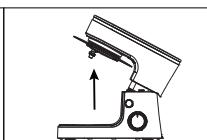

Рис.2
- Установите на моторный блок (8) крышку чаши (4) (рис. 2).